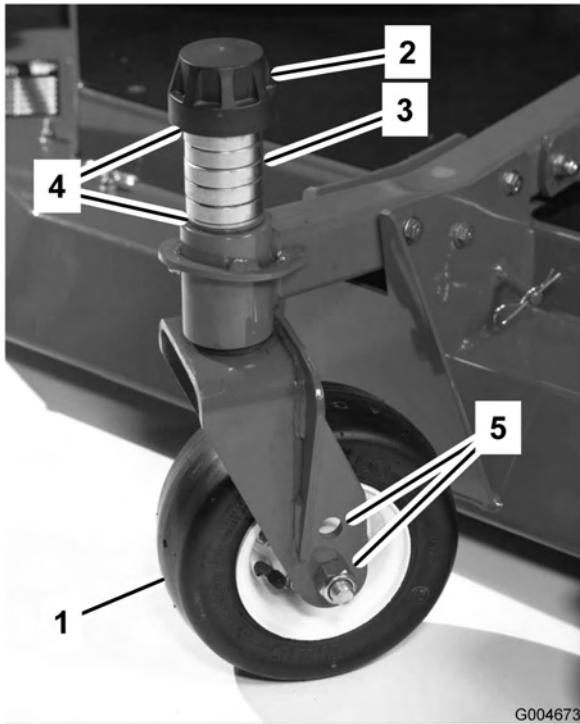

Figura 14
- Togliete il cappuccio di tensione dall'asse del perno (Figura 14) ed estraete il perno dal braccio della ruota orientabile. Montate i due spessori (3 mm) sull'asse dei perni, come erano montati in origine. Questi spessori servono per ottenere un livellamento sull'intera larghezza degli apparati di taglio. Mettete il numero opportuno di distanziali da 12,7 mm (vedi seguente tabella) sull'asse del perno, fino ad ottenere l'altezza di taglio richiesta, quindi montate la rondella sul perno.